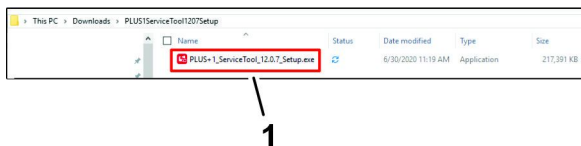

**Figura 20**
2. Na caixa de diálogo Extrair Pastas Comprimidas, certifique-se de que a caixa MOSTRAR FICHEIROS EXTRAÍDOS QUANDO CONCLUIR está selecionada e clique em EXTRAIR (Figura 20).